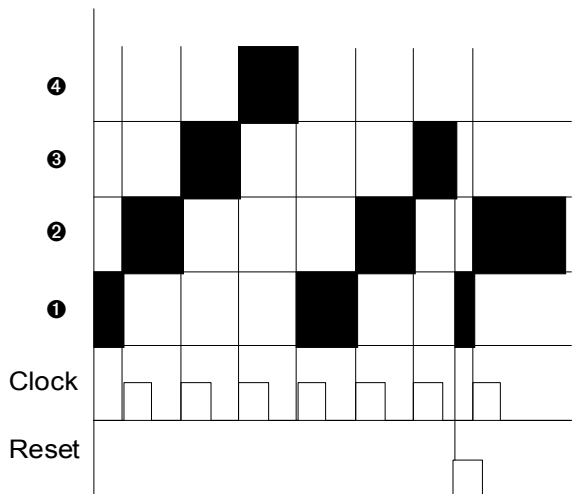

Abb. 1: Schaltverhalten des A-151
Mit jedem Impuls am Trigger-Eingang wird der gemeinsame Aus-/Eingang zum nächsten Ein-/Ausgang weitergeschaltet. Nach der Verbindung mit dem vierten Ein-/Ausgang wird der gemeinsame Aus-/Eingang beim nächsten Trigger-Impuls wieder zum ersten Ein-/Ausgang geschaltet (s. Abb. 1).
Ein positiver Impuls am **Reset-Eingang** schaltet den gemeinsamen Aus-/Eingang zum ersten Ein-/Ausgang durch (s. Abb. 1).
Nach der Verbindung mit dem vierten Ein-/Ausgang wird beim nächsten Trigger-Impuls der gemeinsame Aus-/Eingang wieder zum ersten Ein-/Ausgang durchgeschaltet (s. Abb. 1).
② Res. In
Falls Sie unabhängig von der jeweiligen Schalterstellung den gemeinsamen Aus-/Eingang zum ersten Ein-/Ausgang durchschalten möchten, so führen Sie dem **Reset-Eingang** ② einen Reset-Impuls zu (s. Abb. 1). Mit der steigenden Flanke dieses Impulses wird der Reset-Vorgang durchgeführt.
③ O/I
Die Buchse ④ ist der **gemeinsame Aus-/Eingang**. Beim ersten Einschalten des A-100 und nach jedem Reset-Impuls ist diese Buchse mit dem ersten Ein-/Ausgang ④ verbunden (s. Abb. 1).
④ I/O 1 • ⑤ I/O 2 • ⑥ I/O 3 • ⑦ I/O 4